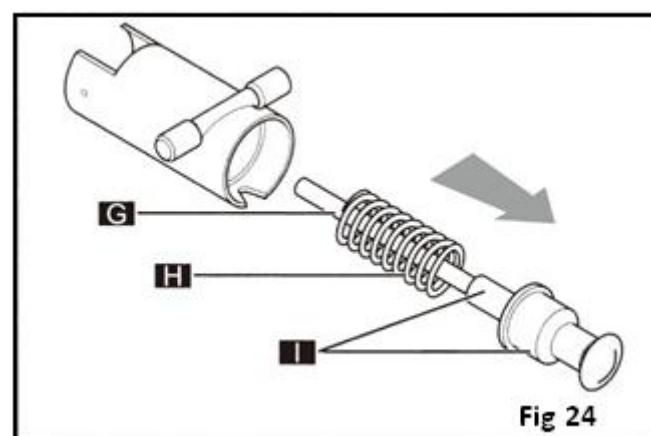

Fig 24
- Tirez sur la tige (G) et sur le ressort (H) pour les faire glisser ensemble hors du bloc du robinet (montage axe/joint (I)), avec la tige (Fig. 24).